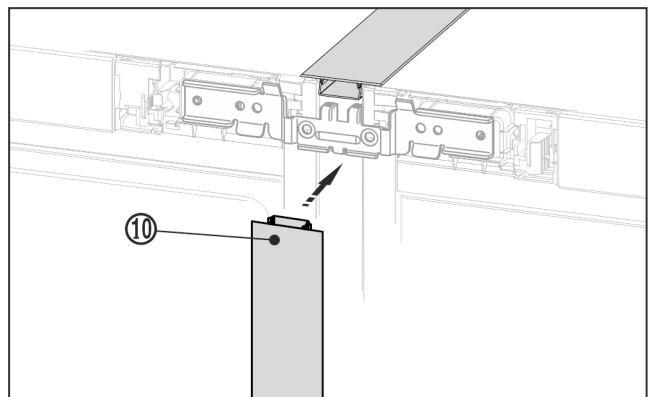

Fig. 22 *
- Tryck in den långa täcklisten Fig. 22 (10) i den vertikala spalten på framsidan. Kontrollera då att listerna går upp mot förbindelseplåten.*